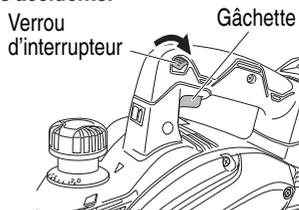

Fig. 7
- Utilisation de l'interrupteur (Fig. 7)